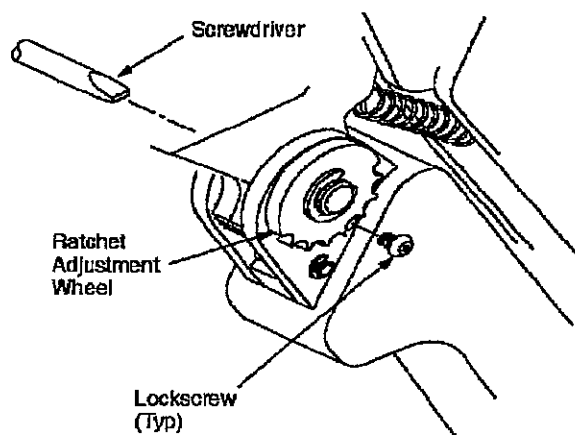

Figure 5
**7. CRIMP HEIGHT ADJUSTMENT (Figure 5)**